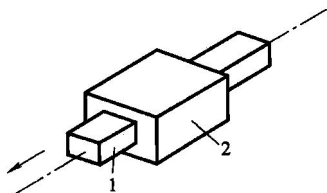

图 1-4 移动副
② 移动副 若组成运动副的两构件只能沿某一轴线相对移动, 这种运动副称为移动副, 如图 1-4 所示。
(2) 高副